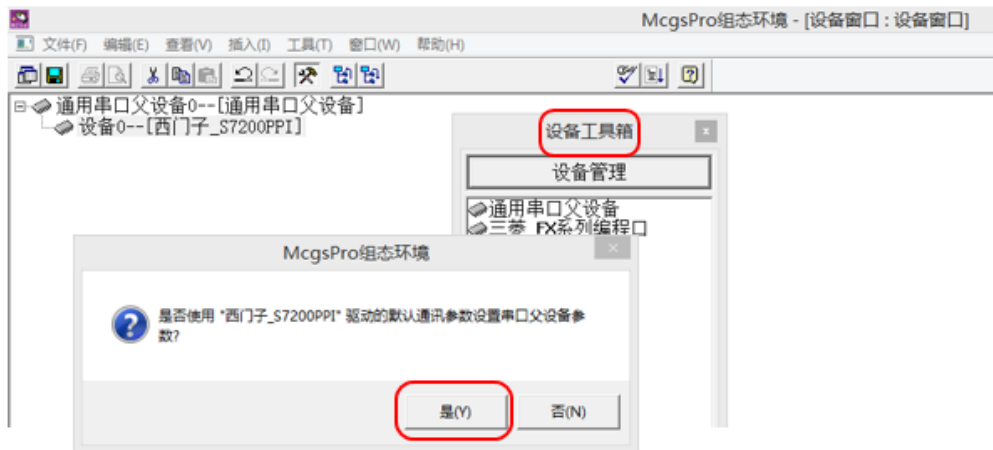

图 4.3.2
- 在设备工具箱中，按先后顺序双击“通用串口父设备”和“西门子_S7200PPI”添加至组态画面，提示是否使用西门子_S7200PPI 默认通讯参数设置父设备，选择“是”如图 4.3.2 所示。